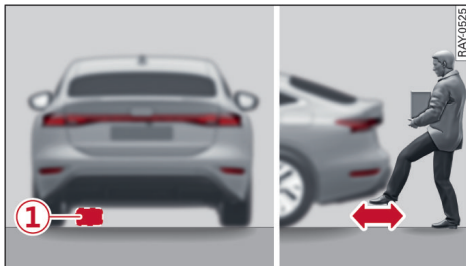

图 17 车尾：踢腿运动（实例）
- ▶ 要打开/关闭行李厢盖时，请一下子把脚运动到非常接近保险杠  下部的地方 1 次，然后抽回（踢摆动作）⇨ 图 17。此时不要接触保险杠。请保证站稳。如果系统识别到此运动，那么行李厢盖自动打开/关闭。
- 请始终注意: 不得无意间让有效的汽车钥匙位于保险杠下的行李厢盖感应器探测部位   图 17。